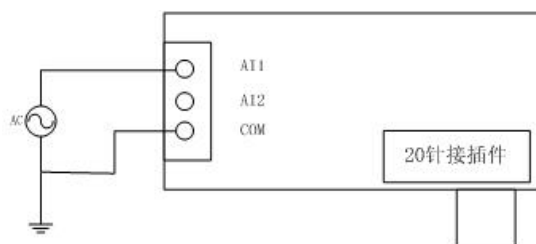

图 8 AI1 通道接线方法
- (1) 使用一个通道：输入信号线为 AI1 和 COM 或 AI2 和 COM。（图 8 示出以 AI1 通道为例的接线方法，AI2 通道的接线方法与此类似。）